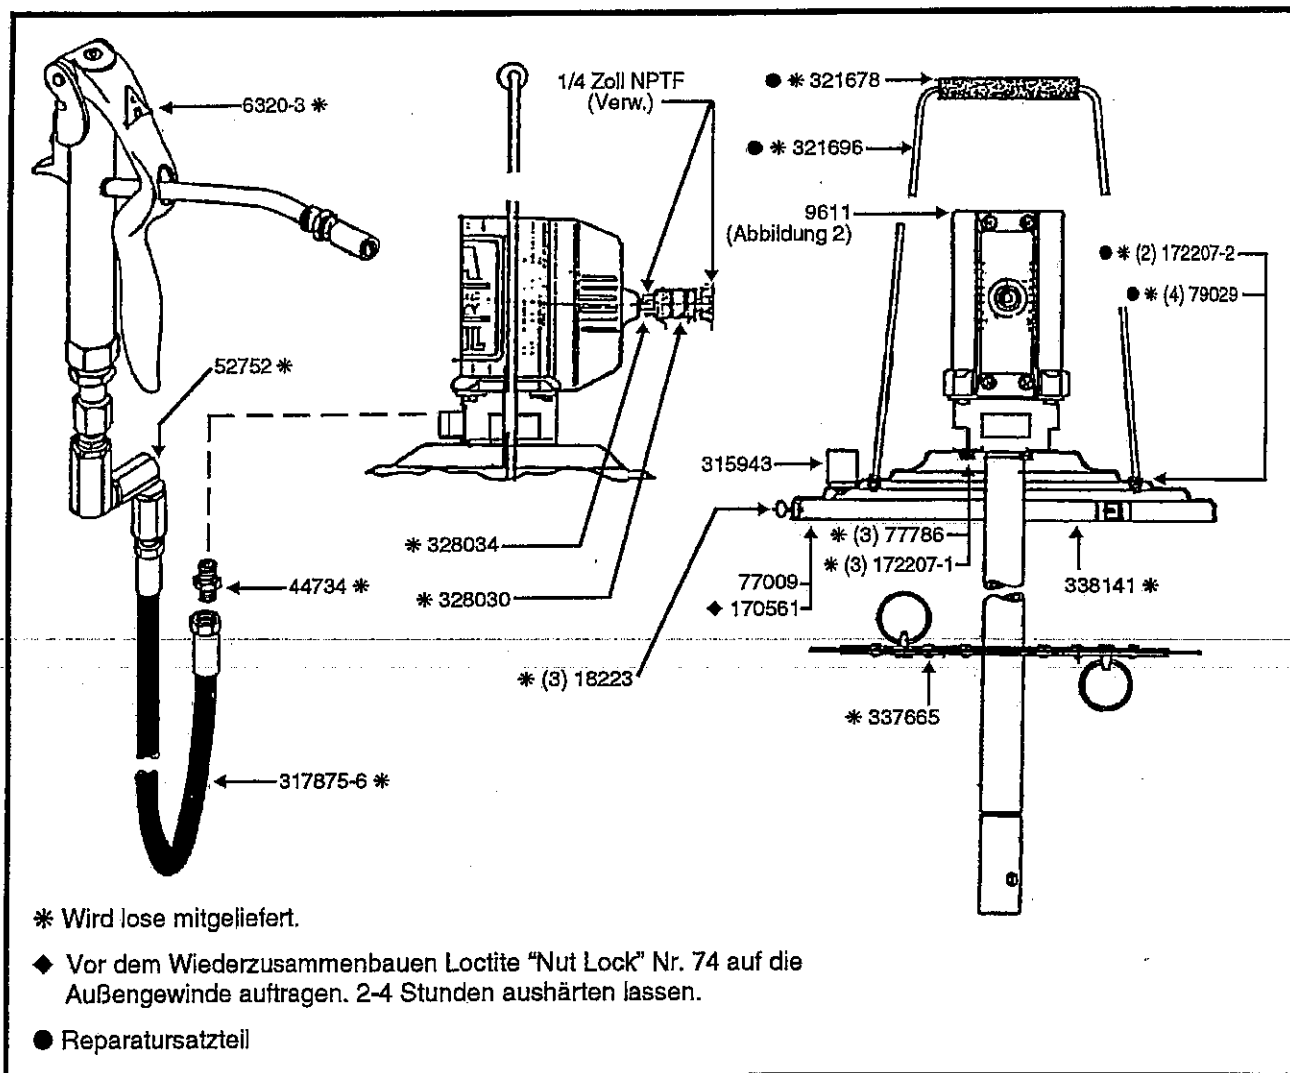

Abbildung 3: Bestandteile der Schmierfettpumpe Modell 9611-H
MODELL 9611-H (Abbildung 3)
12. Die Kupplung 328030 an das Ende der Luftleitung anbringen. Die Kupplung an den Adapter 328034 (Abbildung 3) in der Luftmotorbaugruppe befestigen.